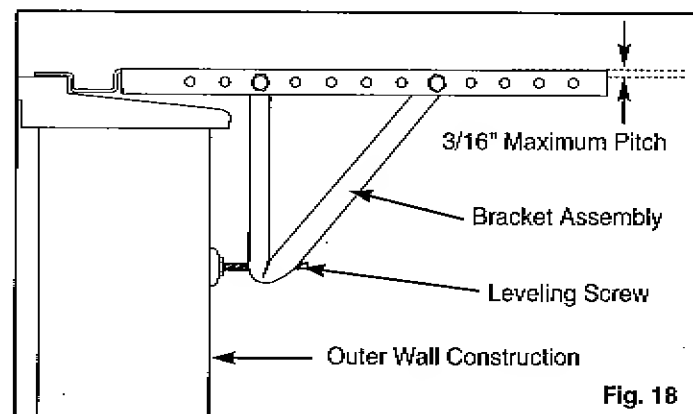
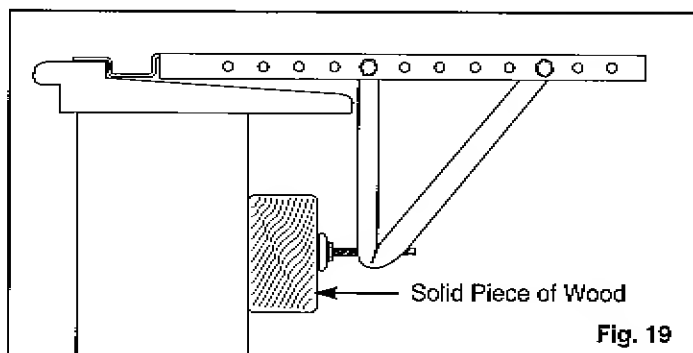
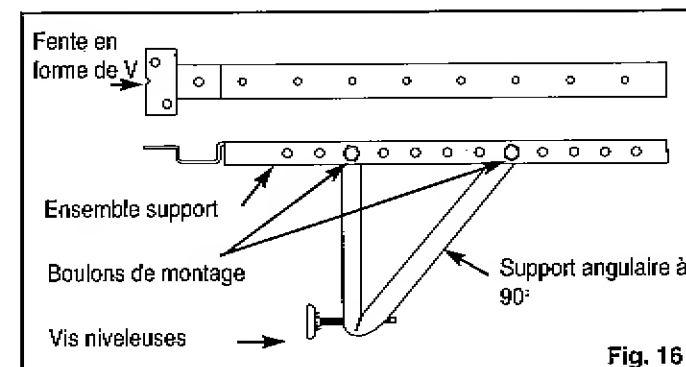

Fig. 18
Fig. 19
Fig. 16
- Vérifiez pour vous assurer que l'inclinaison (angle) du caisson est légèrement dirigée vers le bas à l'extérieur. Si nécessaire, réajustez les vis niveleuses dans la bride de montage. Voir Fig. 18.
- Attach the **bracket assembly** to the **90° angle support brackets** (Fig. 16) using four 1-1/2" x 1/4" bolts. (two bolts per bracket) Secure with the four 1/4" **lock washers** and four 1/4" **nuts**. **DO NOT** immediately tighten these bolts as it may be necessary to adjust the depth of the **bracket assembly**, depending on the depth of your window sill. See Figs. 18 & 19. Test the bracket assembly in the window before installing, if satisfied, tighten all bolts. Install the two levelling screws into the 90° support brackets. See Fig. 16. If the levelling screws are distanced too far away from the wall to provide adequate stability, it may be necessary to shim this area with a solid piece of wood. See Fig. 19.
Brackets should be perpendicular to the inside window sill, with step (U) bracket tight against the sill. See Fig. 18.
- For proper condensation run-off it will be necessary to adjust the angle/pitch of the window brackets. This is accomplished by adjusting the distance of the leveling screw on the outer wall. The maximum angle/pitch should not exceed more than 3/16". See Fig. 18.
C. Check to make sure the "pitch" (angle) of the cabinet is slanted slightly downward on the outside. If necessary, re-adjust the levelling screws in the mounting bracket. Fig. 18
- A. Fixez l'ensemble support aux supports angulaires de 90° (Fig. 16) en utilisant les boulons de 1,5 po x 1/4 po (deux par support). Fixez avec les quatre rondelles de sécurité de 1 po et les quatre écrous de 1 po. Ne serrez PAS à fond immédiatement ces vis, car il pourrait être nécessaire d'ajuster la profondeur de l'ensemble support en fonction de la profondeur du cadre de votre fenêtre. Voir Figures 18 & 19. Vérifiez et testez l'ensemble support dans la fenêtre avant l'installation. Si vous êtes satisfait, serrez toutes les vis, installez les deux vis niveleuses dans les supports angulaires de 90° (équerre). Voir Fig. 16. Si les vis niveleuses sont trop distantes de la paroi pour fournir une stabilité adéquate, il peut être nécessaire de diminuer cette distance au moyen d'une solide pièce de bois. Voir Fig. 19.
avec chaque marque correspondante et montez les supports sur le rebord en utilisant deux vis de 3/4 po et 2 rondelles plates par support. Les supports doivent être perpendiculaires au rebord inférieur de la fenêtre, avec le support en (U) serré contre le cadre. Voir Fig. 18.
- C. Pour un écoulement approprié de la condensation, il sera nécessaire d'ajuster l'angle de calage des supports de la fenêtre. Cela se fait en ajustant la distance de la vis niveleuse sur la paroi extérieure. L'angle de calage maximum ne doit pas dépasser 3/16 po, Fig. 18.